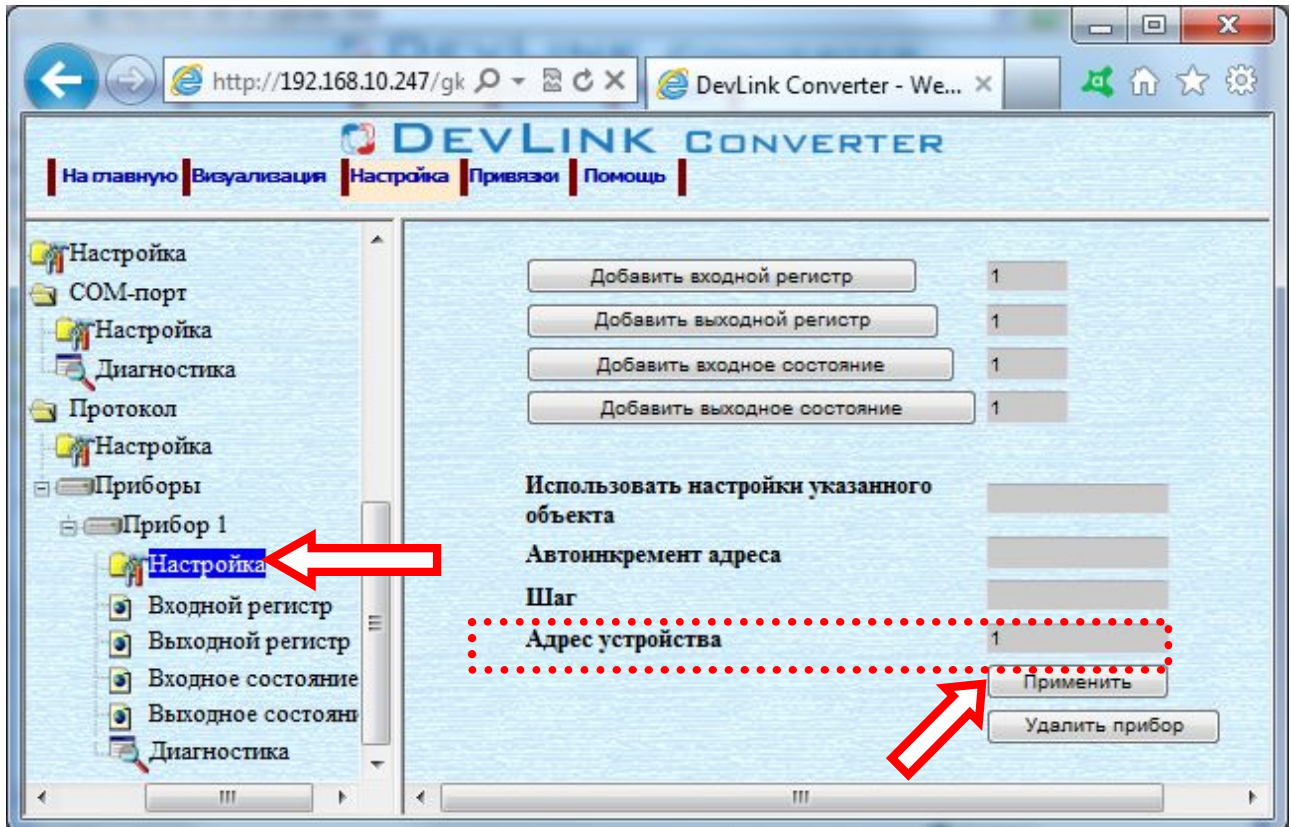

Рисунок 3.11 – Настройка прибора
- 2 Выбрать в дереве объектов папку **Настройка** нужного прибора (рисунок 3.11).
- 3 Задать необходимые настройки и для их применения нажать на кнопку **Применить** (рисунок 3.11).